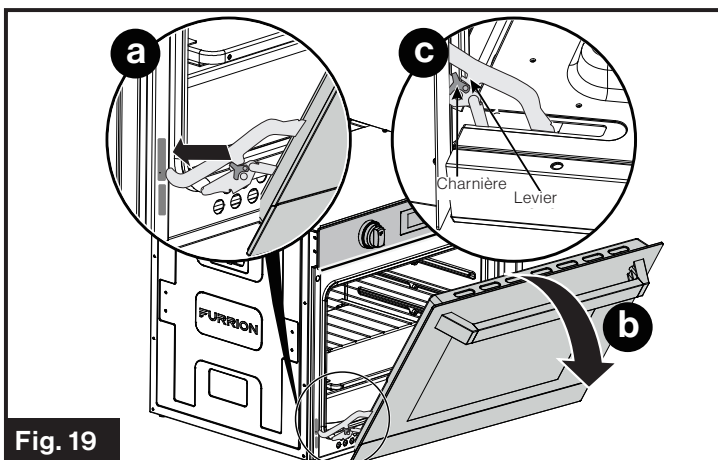

Fig. 19
7. Suivez les étapes ci-dessous pour la rattacher (Fig. 19) :
- Insérez la charnière dans la fente supérieure comme indiqué à la Fig. 19 **a**.
- Ouvrez la porte jusqu'à sa position d'ouverture totale comme indiqué à la Fig. 19 **b**. Assurez-vous que le bras de la charnière s'est détachée du levier comme indiqué à la Fig. 19 **c**.